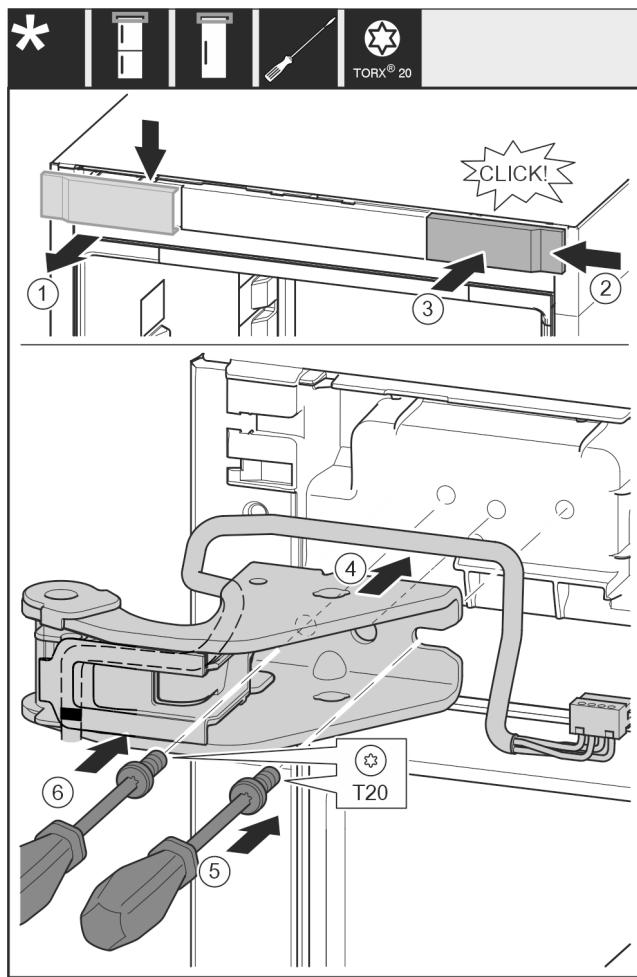

Fig. 34
- Odeberte kryt Fig. 34 (1) shora dopředu.
- Kryt Fig. 34 (2) otočený o 180° zavěste na druhé straně zprava.
- Záklapněte kryt Fig. 34 (3).
- Nasadte horní stojan ložiska Fig. 34 (4).
- Šroubovákem nasadte šroub Fig. 34 (5) a utáhněte.
- Šroubovákem nasadte šroub Fig. 34 (6) a utáhněte.